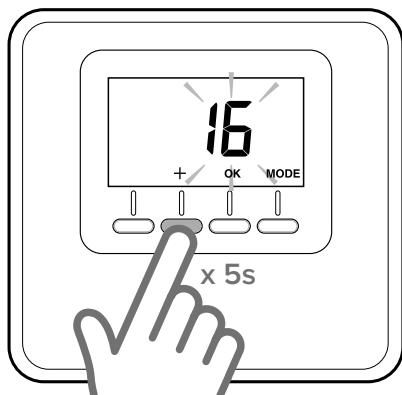

Fig. 14
- Apăsați timp de 5 secunde tasta “+” de pe senzorul de mediu (Fig. 14). Ecranul arată, alternativ, versiunea de software și sumarul modificării.